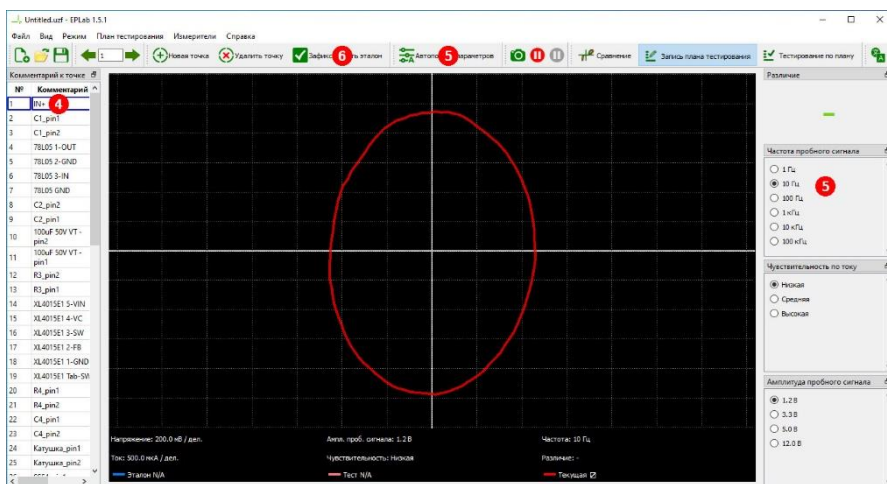

Рисунок 2.12 – Запись эталонных ВАХ.
Режим сравнения автоматически устанавливается после подключения прибора в EPLab, что отображается на панели выбора режима работы ПО в верхней правой части окна EPLab. При необходимости, режим сравнения может быть активирован в любой момент по нажатию кнопки **Сравнение** на вышеупомянутой панели. При измерении ВАХ необходимо подбирать измерительные параметры частоты/тока/напряжения, чтобы получить более наглядную картину совпадения или различия характеристик – это можно выполнить как вручную, так и за счёт функции автоподбора. Цель и процесс изменения измерительных параметров в EPLab подробнее описаны в п. *2.3.5 «Запись эталонных измерений» (с. 28)* после рис. 2.12.
В списке точек выберите точку с номером 1 (рис. 2.12, ④). На изображении платы выбранная точка будет выделена более крупным размером отметки.
Задать настройки измерения (рис. 2.12, ⑤) можно как ручным выбором параметров на панели справа, так и вызовом функции **Автоподбор параметров** по нажатию кнопки на верхней панели или сочетания Alt+A. Обратите внимание, что на момент запуска автоподбора, красный щуп должен касаться требуемого контакта.
Для фиксации измерения (рис. 2.12, ⑥) можно выполнить любое из следующих действий: нажать горячую клавишу пробел, кнопку **Зафиксировать** в главном окне, кнопку на щупе (только на ряде приборов с поддержкой функции) или педаль (при наличии). Зафиксированная эталонная сигнатура отображается синим цветом в течение 1 секунды для зрительной оценки пользователем. После фиксации сигнатуры происходит автоматический переход к следующей точке плана тестирования. Если ВАХ оказалась неправильно зафиксирована (например, соскользнул щуп), можно вернуться к данной точке (выбрав в списке или используя клавиши стрелок на клавиатуре) и перезаписать измерение.